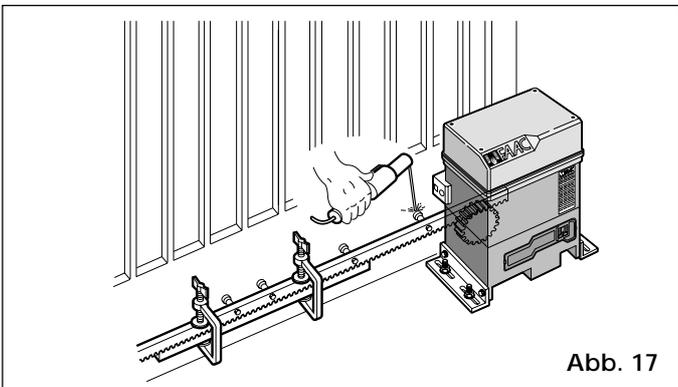

Abb. 17
- 5) Ein weiteres Zahnstangenelement an das vorhergehende Element ansetzen, wobei ein Zahnstangenabschnitt gem. Abb. 17 für die richtige Verzahnungsfolge der beiden Elemente zu verwenden ist.
- 4) Ein weiteres Zahnstangenelement an das vorhergehende Element ansetzen, wobei ein Zahnstangenabschnitt gem. Abb. 17 für die richtige Verzahnungsfolge der beiden Elemente zu verwenden ist.